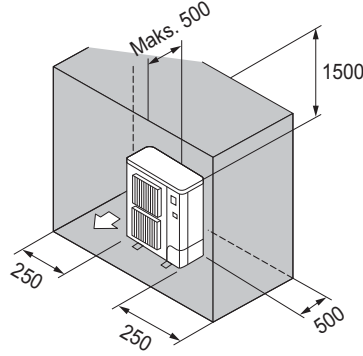

Fig. 3-10
- ⑥ Yalnızca arkadaki, yandaki ve üstteki engeller (Fig. 3-10)